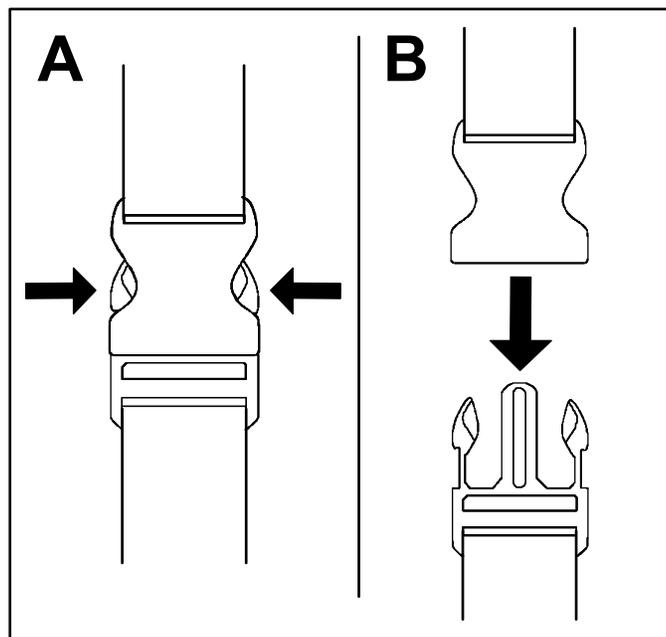

Figura 13
1. Pressione os lados das fivelas (A de Figura 13).
2. Permita que as fivelas se desliguem (B de Figura 13).